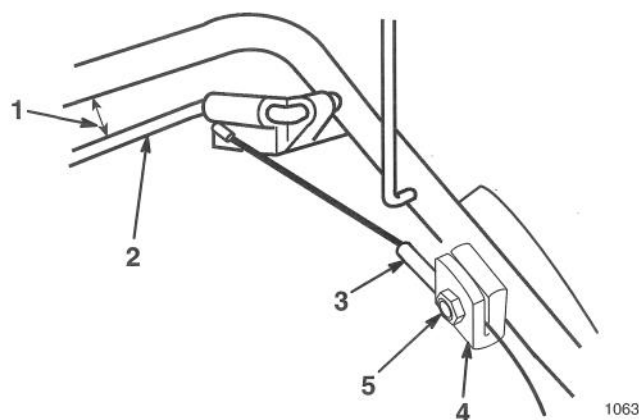

Figure 30
1. Desserrer l'écrou du serre-câble (Fig. 30).
2. Maintenir la barre de commande d'autopropulsion à 2 à 4 cm (1 à 1 1/2 po.) du guidon (Fig. 30).